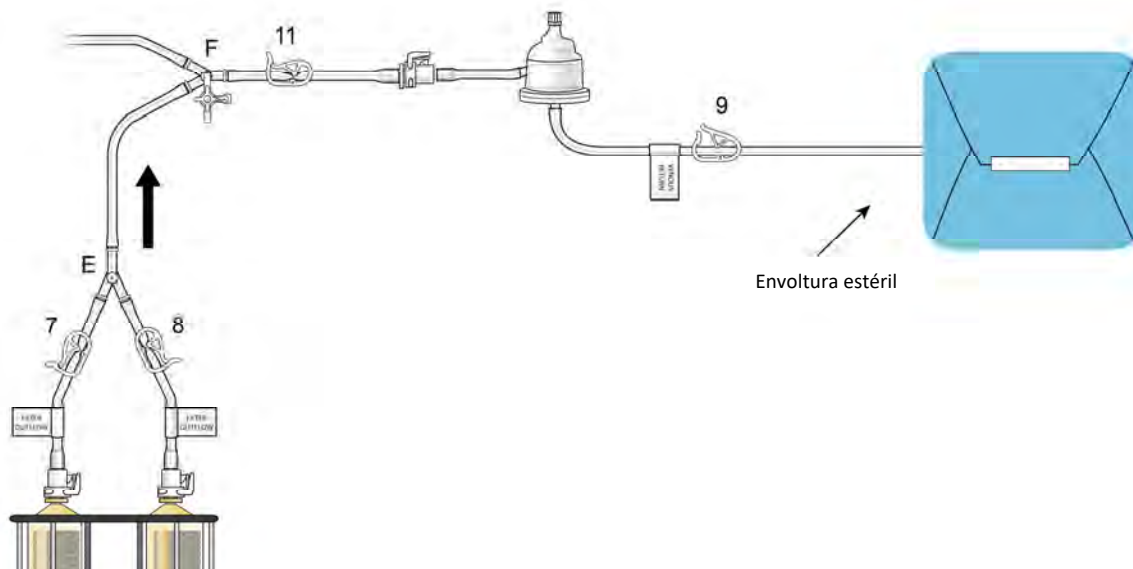

Figura 18
- (c) Fije la hembra al conector rápido macho (pulse y escuche el clic) situado en la abrazadera de salida (11), como se muestra en la figura 18. Coloque la trampa de burbujas en el soporte de la trampa de burbujas a una altura superior a la de los cartuchos de filtro.